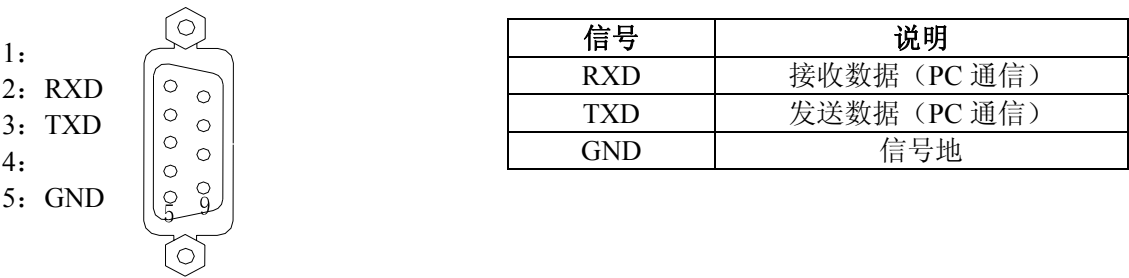

图 2-13 CN51 通信接口（9 孔）
*PCS/PCS、*PBS/PBS、*PAS/PAS 分别为编码器的 C 相、B 相、A 相的差分输入信号，采用高速光耦接收信号；*PAS/PAS、*PBS/PBS 为相差 90°的正交方波，信号线的最高信号频率应小于 1.4MHz；使用的编码器的线数由参数№70(范围 100~10000)设置。内部连接电路如下图 2-13：（图中 n=A、B、C）